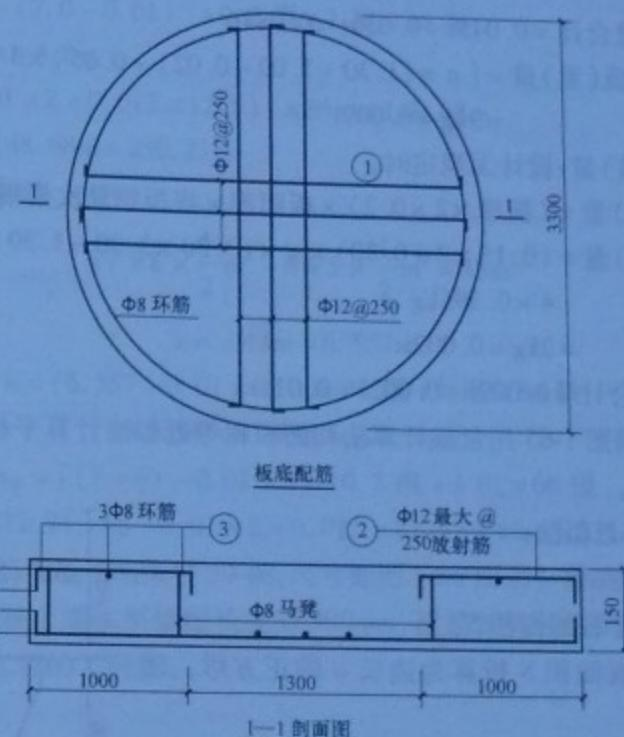

图 1-64 某圆形水池现浇混凝土顶板尺寸示意图
**【例 1-64】** 某圆形水池现浇混凝土顶板, 尺寸如图 1-64 所示, 钢筋保护层后 20mm, 钢筋现场制作及安装, 环筋焊接, 搭接长度 50mm, 计算现浇钢筋混凝土顶板钢筋工程量。